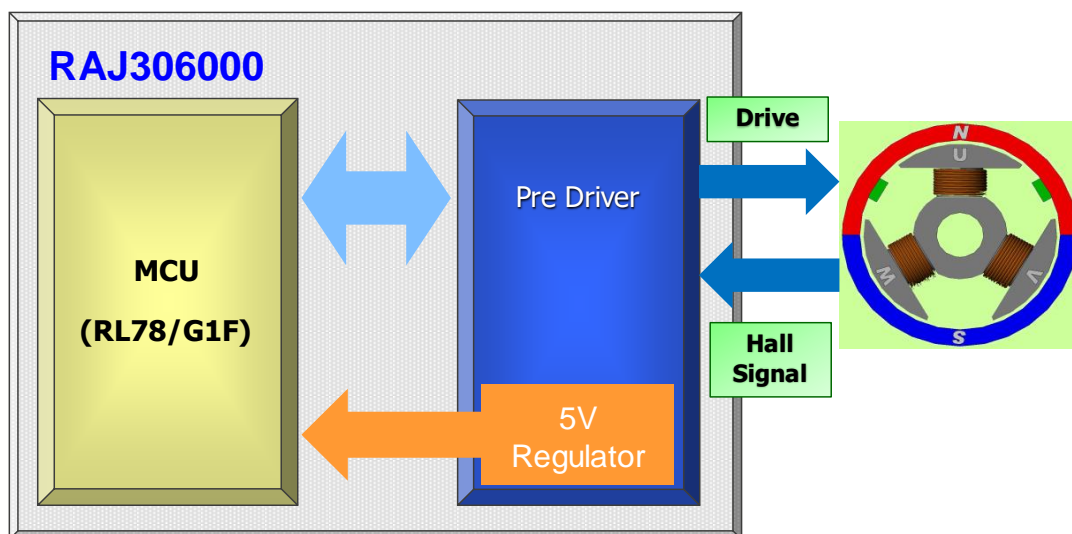

Figure 1-1 RAJ306000
- MCU(RL78/G1F)とプリドライバを内蔵した SIP 製品である RAJ306000 の構成を Figure 1-1 に示す。